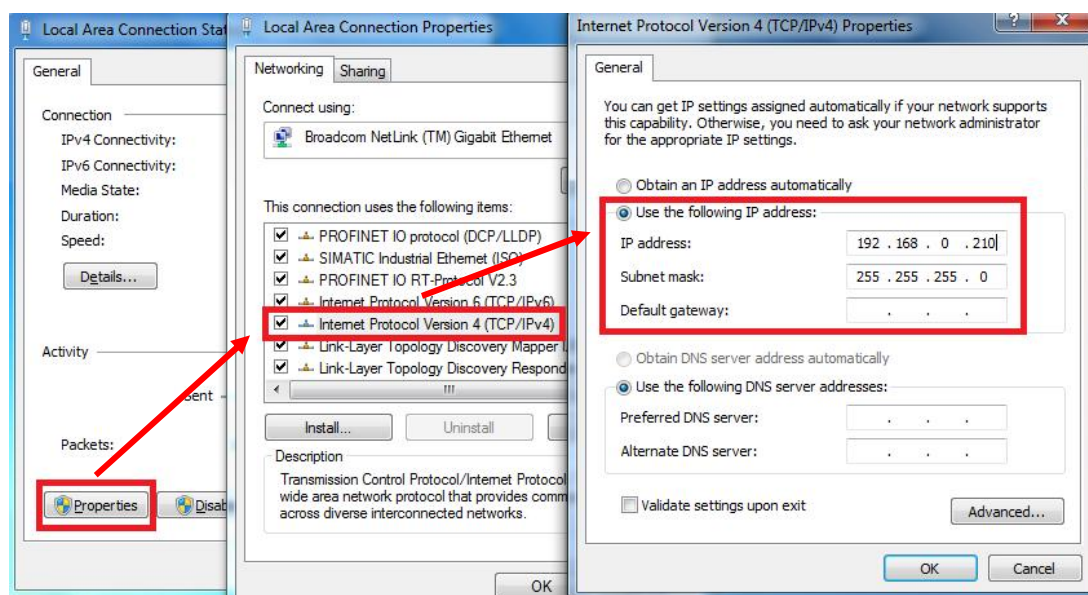

图 4-10
5. 在 This connection uses the following items 中选择 Internet Protocol Version4 (TCP/IPv4)双击，在弹出的 Internet Protocol Version4 (TCP/IPv4) Properties 对话框中指定 IP 地址和子网掩码，该 IP 地址必须和面板的 IP 地址在一个网段，此例中为 192.168.0.210，子网掩码设为 255.255.255.0，并保存。如图 4-10 所示。